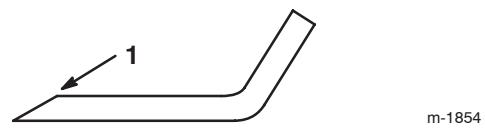

Bild 36
1. Schärfen Sie die Schnittkante an beiden Enden des Schnittmessers mit einer Feile (Bild 36). Behalten Sie den ursprünglichen Winkel bei. Das Messer bleibt ausgewuchtet, wenn Sie die gleiche Menge Metall von beiden Schnittkanten entfernen.